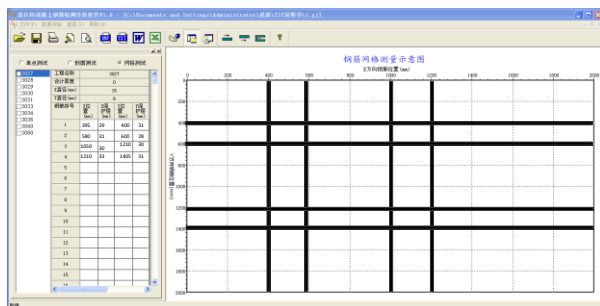

图 5-17
(4) **精细扫描**：当点击选择精细扫描时，会弹出如图 5-17 所示的界面，在控制面板的数据显示区中显示当前项目编号所对应的数据。